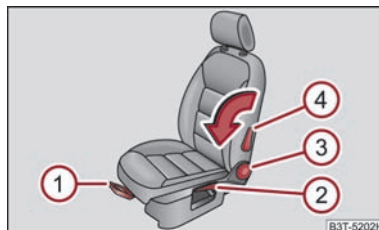

Abb. 69 Bedienelemente am Sitz
- Ziehen Sie den Hebel ① ⇒ Abb. 69 nach oben und schieben Sie dabei den Sitz in die gewünschte Position.
- Lassen Sie den Hebel ① los und verschieben Sie den Sitz soweit, bis die Verriegelung hörbar einrastet.